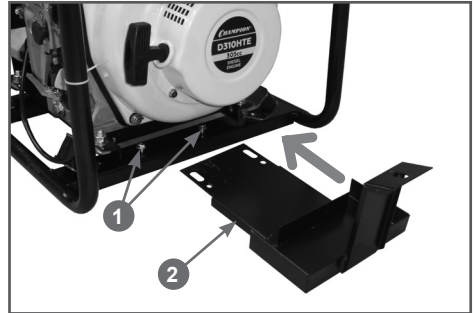
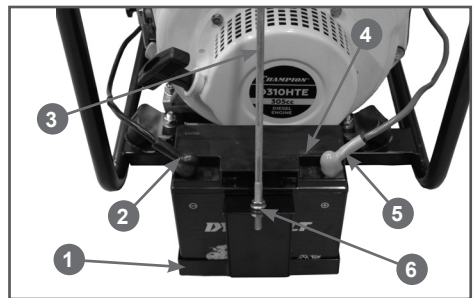

Рис. 4 Установка кронштейна аккумулятора
Рис. 5 Установка аккумулятора
2. Выкрутите из рамы болты 1 (2 шт.), совместите отверстия в раме и кронштейне 2 аккумулятора и закрутите болты крепления, не затягивая их (Рис. 4).
3. Установите тягу 3 кронштейна 1 аккумулятора (Рис. 5). Открутите с нижней части тяги 3 одну гайку 5 (Рис. 5). Зацепите крючок тяги 3 за раму мотопомпы, а нижнюю часть тяги вставьте в отверстие в кронштейне 1 аккумулятора (Рис. 5). Накрутите обратно на тягу вторую гайку. С помощью гаек 6 отрегулируйте положение кронштейна 1 (Рис. 5). Окончательно затяните болты 1 крепления кронштейна аккумулятора к раме мотопомпы (Рис. 4) и гайки 6 тяги аккумулятора (Рис. 5).
4. Установите аккумулятор 4 в кронштейн 1 и подключите клеммы силовых проводов 2 и 5 к выводам аккумулятора (Рис. 5).